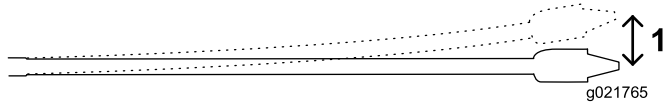

Рисунок 52
Трубы длиной 3 м, используемые в данной машине, можно изгибать с наклоном 8% по всей длине трубы; это равно отклонению от прямого пути, составляющему не более 20 см (Рисунок 52).
- Вставьте первые 3 м бурильной трубы с долотом в землю без изменения направления. Конец бурового долота будет на глубине 76 см (Рисунок 52).